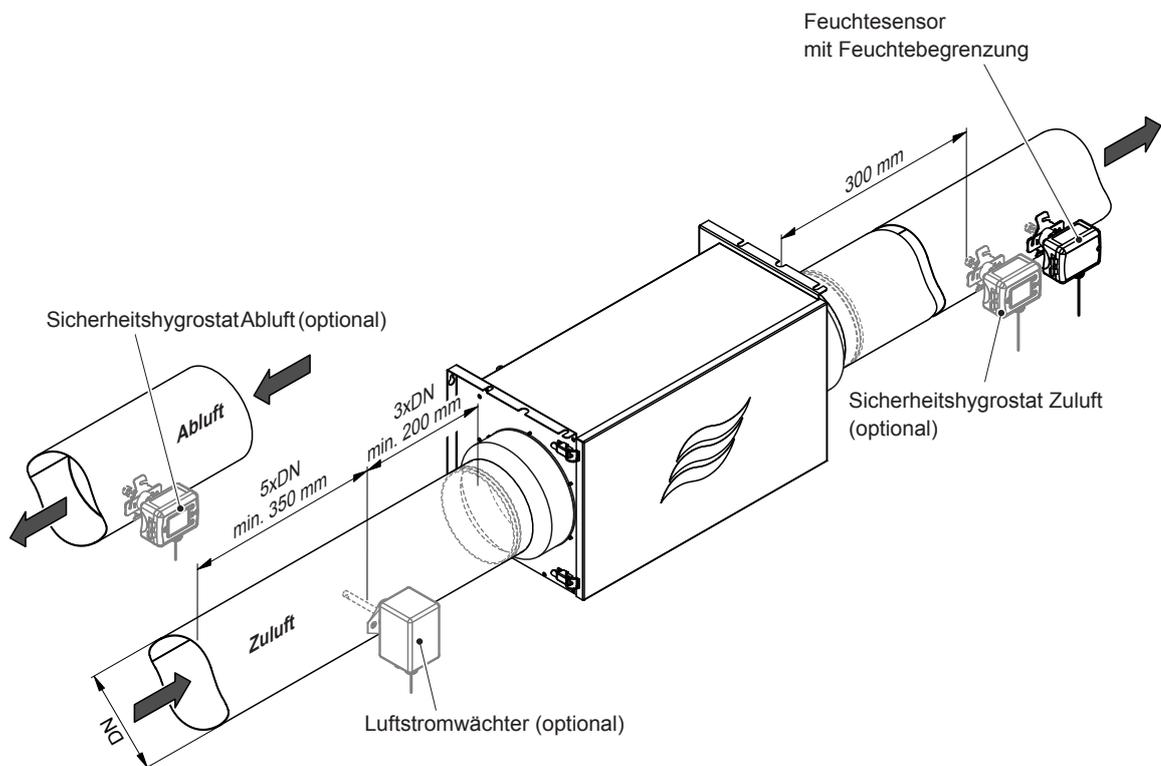

Abb. 22: Platzierung des Feuchtesensors und der Überwachungsgeräte bei Zuluft-Feuchteregelung
Bei der **Zuluft-Feuchteregelung** sind die Sensoren wie folgt einzubauen (siehe Abb. 22):
1. Das Einführungsloch für den Sensorschaft ($\varnothing 16$ mm) in den Lüftungskanal bohren (Platzierung siehe Abb. 22).